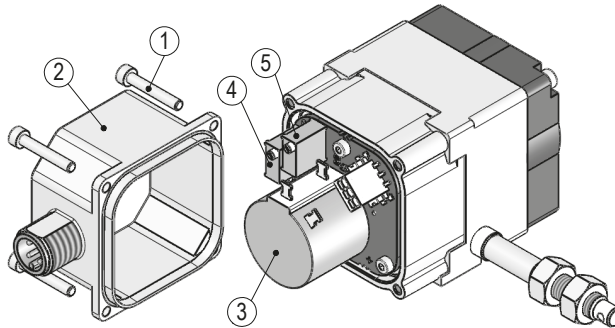

Abb. 15: Einstellen Trimpotentiometer 0,5/4,5V
Durch zwei Trimpotentiometer Pe ⑤ und Po ④ (siehe **Abb. 15**) können diese Werte an die tatsächlichen Anfangs- und Endstellungen der Anwendung angepasst werden.